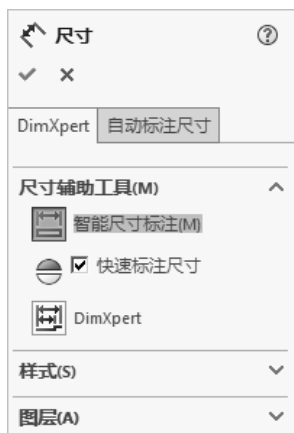

图 9.5.2 “尺寸”对话框
Step2. 选择命令。选择下拉菜单 **工具(T)** → **尺寸(S)** → **智能尺寸(S)** 命令，系统弹出图 9.5.2 所示的“尺寸”对话框；单击 **自动标注尺寸** 选项卡，系统弹出图 9.5.3 所示的“自动标注尺寸”对话框。